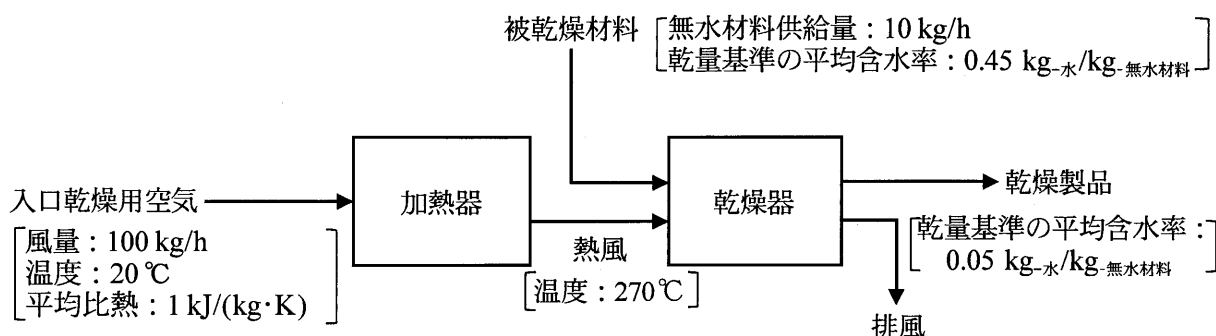
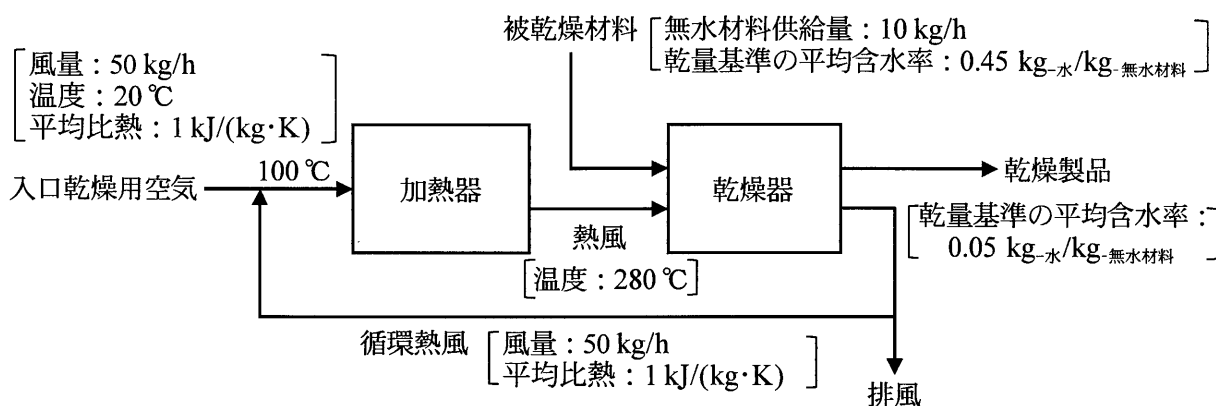

図1 熱風の循環がないとき
図2 熱風の循環があるとき
ここで、湿潤な被乾燥材料を、熱風による連続通気乾燥法で処理する場合において、排風循環があるときとないときの省エネルギー性について考える。その操作条件は図1及び図2に示すとおりとする。ただし、大気温度は20℃とし、空気平均比熱を1 kJ/(kg·K) とする。
- 1) 図1において、被乾燥材料の乾量基準の平均含水率が $0.45 \text{ kg-水/kg-無水材料}$ であったとき、湿量基準の平均含水率は [kg-水/kg-湿り材料] である。
- 2) 図1において、被乾燥材料の無水材料供給量が 10 kg/h 、乾燥装置の出口における乾燥製品の乾量基準の平均含水率が $0.05 \text{ kg-水/kg-無水材料}$ であったとき、この乾燥器で蒸発する水分の量は [kg-水/h] である。
- 3) 図1において、乾燥装置の熱風量を 100 kg/h とし、加熱器出口の熱風の温度が $270 \text{ }^\circ\text{C}$ であるとき、加熱器が熱風に与えた熱量は、 [kJ/h] である。
- 4) 図1において、被乾燥材料に含まれる水分の蒸発に要した熱量と、被乾燥材料が乾燥温度になるために与えられた熱量の合計を 10000 kJ/h とし、乾燥装置周囲からの放散損失や乾燥材料中の水分の昇温に要した熱量を無視したとき、乾燥器出口の排気空気の温度は [°C] である。
- 5) 図1において、乾燥に有効な熱量(水分の蒸発に要する熱量と乾燥材料が乾燥温度になるために与えられた熱量の合計)を、乾燥に要した熱量(加熱器で熱風に与えられた熱量)で除した値の百分率を、乾燥装置の熱効率と定義するとき、熱効率は [%] になる。
6) 次に、図2のとおり排気風量の50%、つまり50kg/hを循環させ、大気からの取入れ風量を50kg/hにしたとき、加熱器入口の乾燥用空気の温度は100℃となり、出口温度280℃で図1と同じ含水率の乾燥製品が得られた。このとき、加熱器が熱風に与えた熱量は、 [kJ/h]である。また、乾燥に有効な熱量を、図1と同様に10000kJ/hとしたとき、熱風の循環により熱効率は [%]に上昇する。